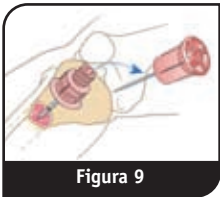

Figura 9
- 10. Rimuovere il manipolo e lo stiletto.** Tenere fermo l'attacco del set ago con una mano mentre si scollega il manipolo dal set ago. Rimuovere lo stiletto dal catetere tenendo fermo ancora una volta l'attacco con una mano e ruotando lo stiletto in senso antiorario con l'altra. Una volta allentato, estrarre lo stiletto e gettarlo immediatamente in un apposito contenitore per materiali taglienti e pericolosi sotto il profilo biologico (Figura 9).